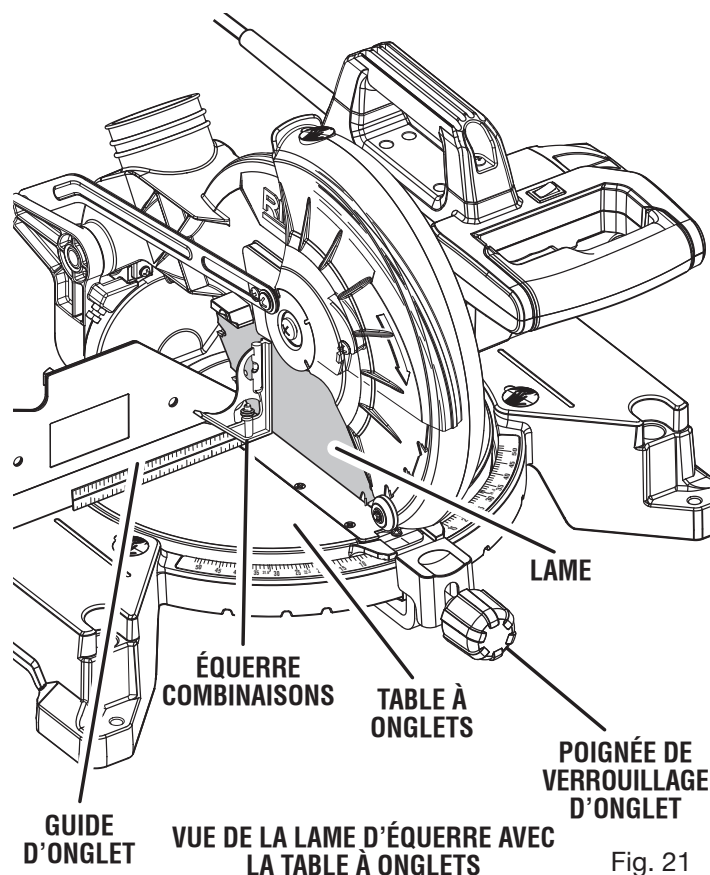

Fig. 21
Voir les figures 21 à 24.
- Le bord de l'équerre et la lame doivent être parallèles, comme le montre la figure 21.